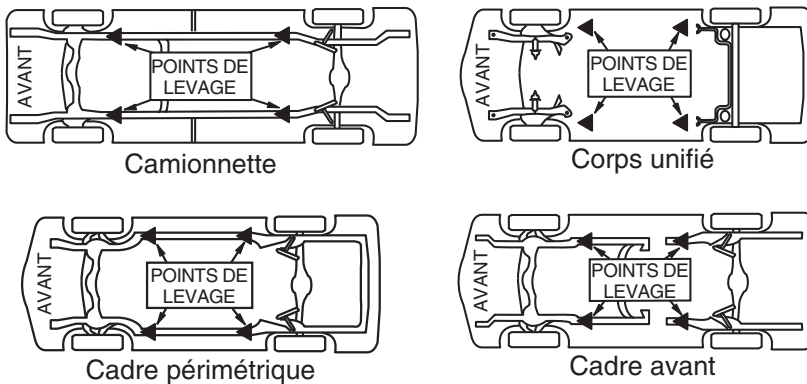

Figure 2
- Chargement : Positionnez les bras oscillants sous le véhicule puis positionnez les adaptateurs aux points de soulèvement recommandés par le fabricant, Fig. 2. Utilisez des adaptateurs intermédiaires, à épaulement élevé ou en option pour le dégagement du châssis, si nécessaire.